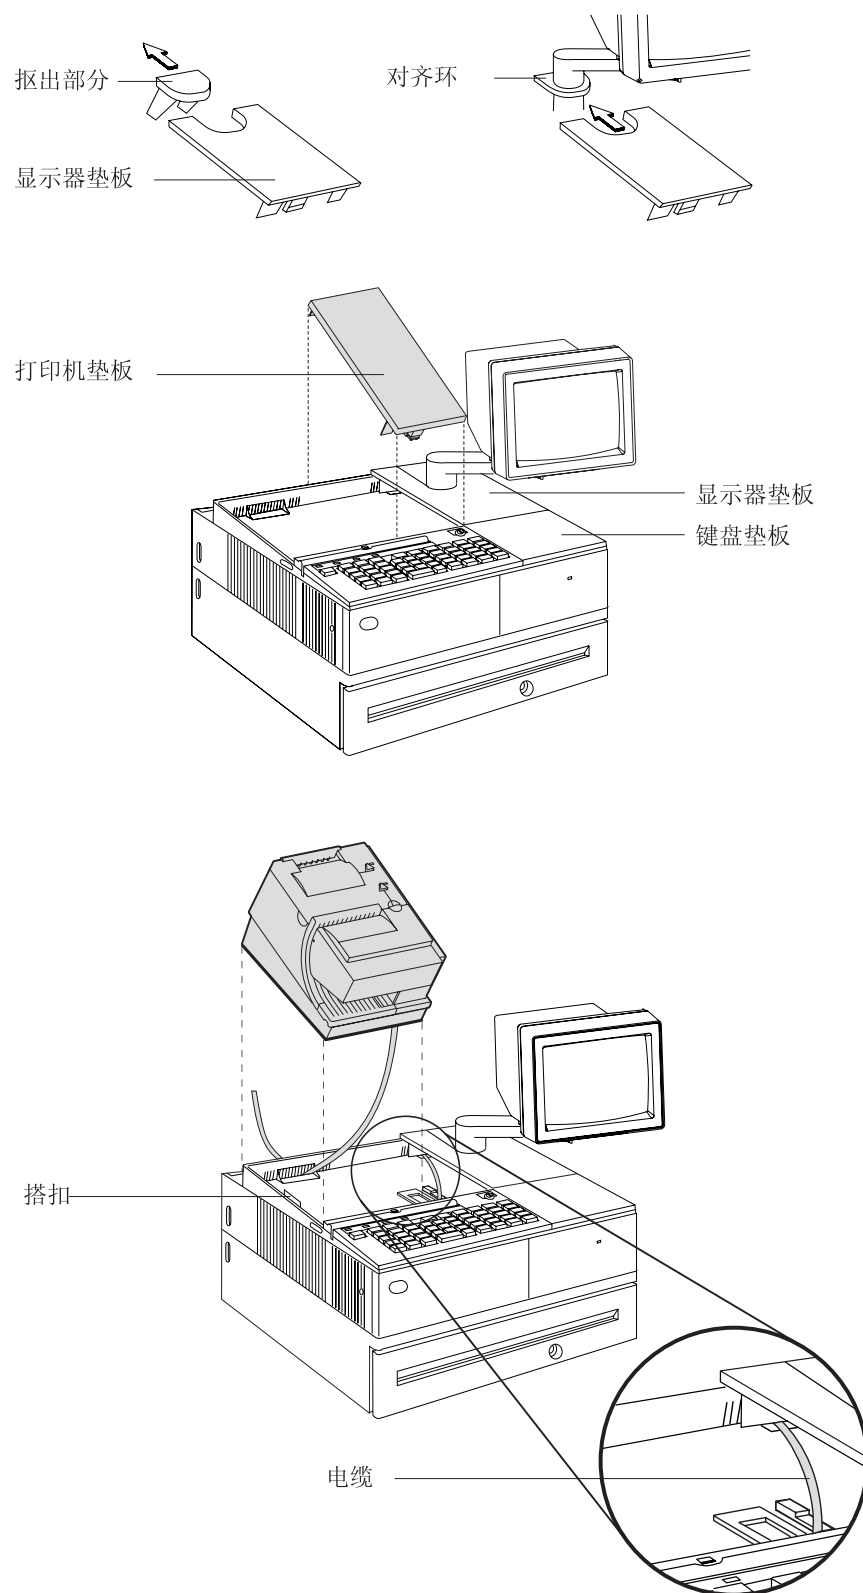

图 13. 安装 USB 系统的垫板. (图中示例为 SurePOS 700 系列系统。)
2. 将与视频显示器相应的垫板放置在该系统单元上。**切勿取下挡芯部分**，除非安装了集成式视频。请参阅第 23 页的图 13。
3. 如果使用的是短键盘，请将键盘填充件放在键盘边上。请参阅第 23 页的图 13。
4. 将打印机填充件放在显示器填充件边上。**请务必将键盘电缆沿侧边布线**，如第 23 页的图 13 所示。